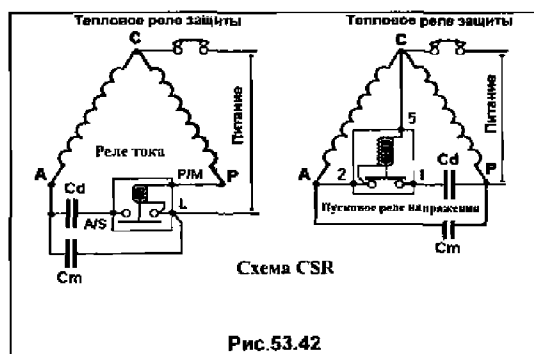

Рис. 53.42
**5) Схема CSR** (Capacitor Start and Run) аналогична схеме CSIR, в которую добавлен рабочий конденсатор ( $C_m$ ), как показано на рис. 53.42.